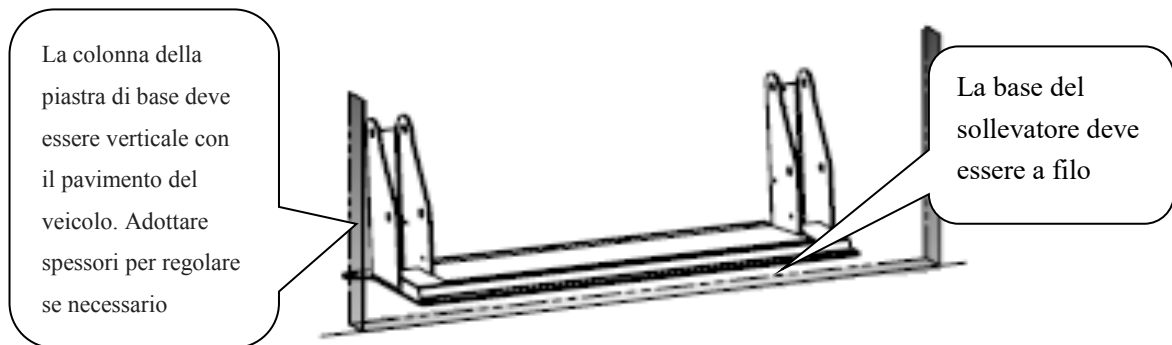

Figura 6.1.4
- Fare riferimento ai fori del gruppo base (5, 6, 7 e 8) nella Figura 6.1.4, quindi forare il pannello di acciaio sotto il pavimento del veicolo.